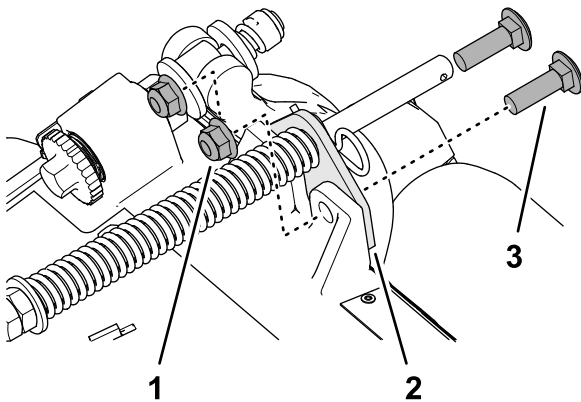

図 7
2. ターフ補正器用ブラケットをカッティングユニットのフレームに固定しているフランジロックナット $\frac{3}{8}$ "2個、キャリッジボルト $\frac{3}{8}$ x 1- $\frac{1}{4}$ "2本を外す 図 7。